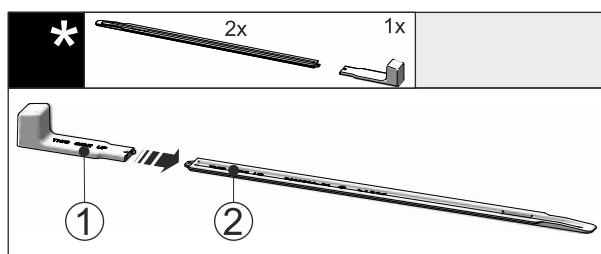

Fig. 49
- ▶ Поставете монтажната дръжка Fig. 49 (1) на нивелиращата релса Fig. 49 (2).